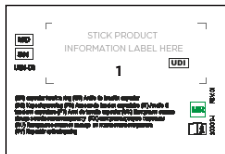

Fig. 1.- Reverso de la tarjeta de implante
1. Öffnen Sie den Blister unter sterilen Bedingungen langsam und nehmen Sie den Injektor vorsichtig aus dem Blister. (Abbildung 1)